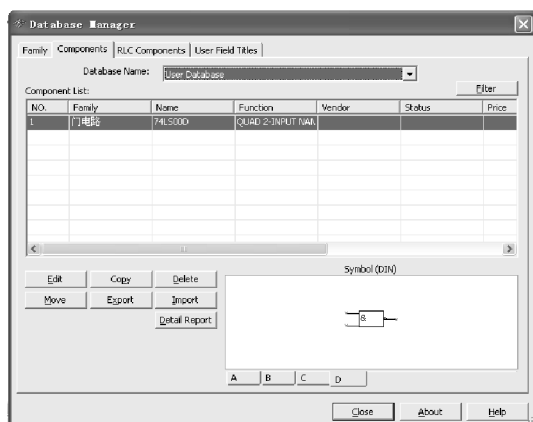

图 2-78 删除仿真元器件对话框
- 2) 在 Database Name 下拉菜单中, 选择要删除元器件所在的数据库, 可删除元器件的数据库只能是公司数据库和用户数据库, 如图 2-78 所示。
(7) 编辑仿真元器件: 在仿真电路图的建立过程中, 有时所要放置的元器件, Multisim 10 提供的元器件库中没有, 但和元器件库中的某个元器件特性相近, 就可以通过编辑已存